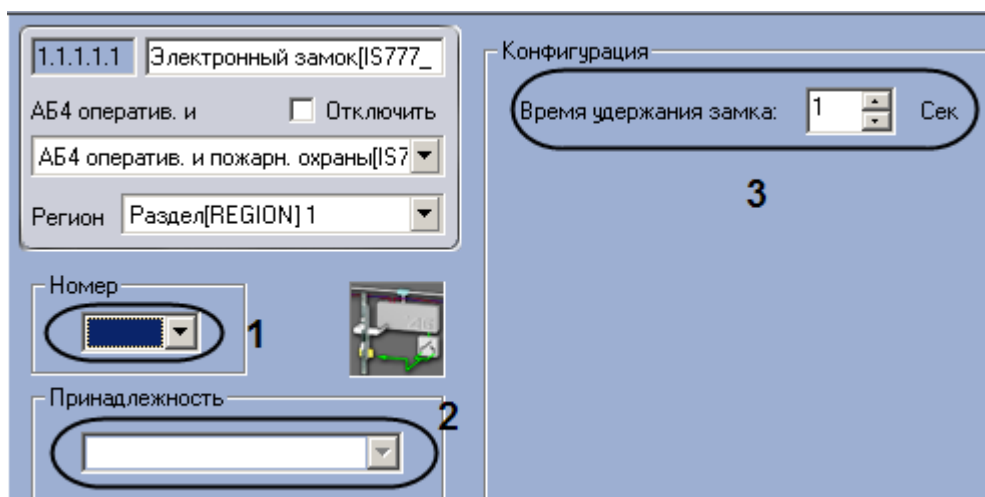

Рис. 3.7—30. Настройка электронного замка
2. Из раскрывающегося списка **Номер** выбрать аппаратный адрес электронного замка контроля двери (см. Рис. 3.7—30, 1).
3. Из раскрывающегося списка **Принадлежность** выбрать объект **Зона доступа** или **Зона охраны и доступа**, к которому относится данный электронный замок (см. Рис. 3.7—30, 2).